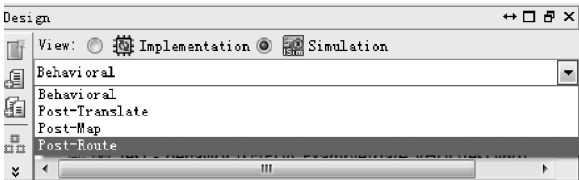

图 3.62 切换设计流程
(1) 如图 3.62 所示,在 Design 面板的 View 中,将单选按钮从 Implementation 改到 Simulation。这样,将设计流程从实现流程切换到仿真流程。